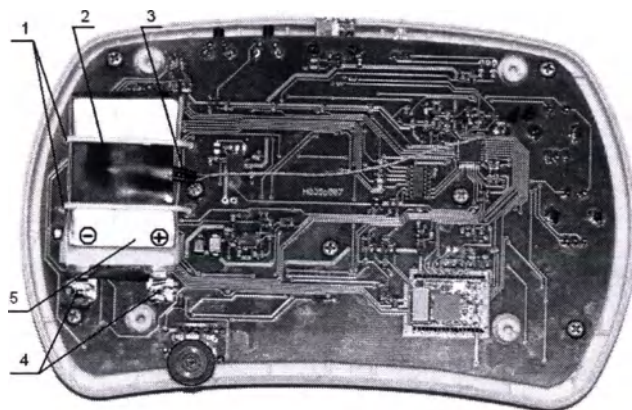

Рис. 22
Отпаяйте хомуты (1) и контакты аккумулятора (4), снимите скотч (2), крепящий датчик температуры (3). Замените аккумулятор (5) новым, соблюдая полярность, указанную на рис. 22.